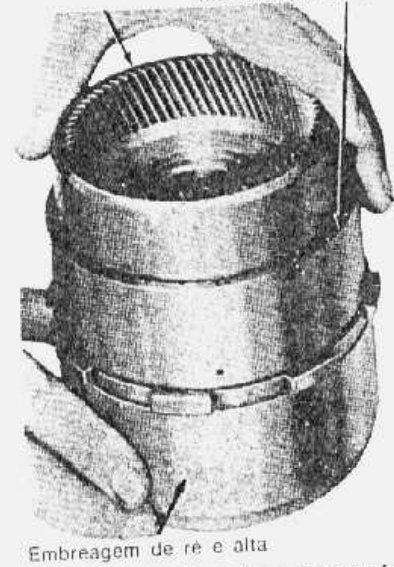

fig. 102 — instalação do cubo e coroa da embreagem de marchas para frente
25. Instalar, na embreagem de marchas para frente, o cubo e coroa fazendo girar as unidades para engrenar os discos da embreagem das marchas para frente com as estrias do cubo (fig. 102).